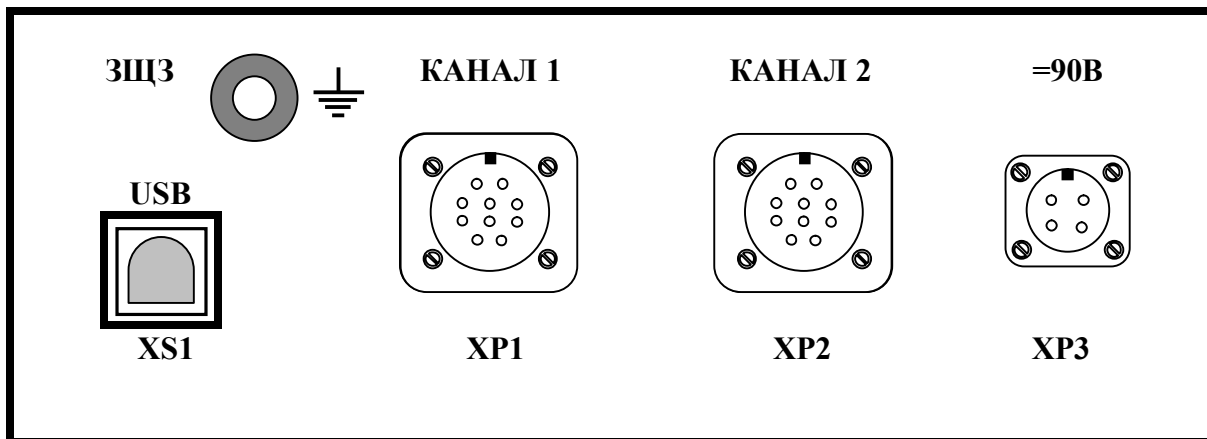

Рис. 1 Задняя панель МТС-2ТМ-USB/МЛ.
**МТС-2ТМ-USB/МЛ** имеет напряжения питания **+5V** от шины **USB** ПК. Произведите внешний осмотр модуля. Убедитесь в отсутствии видимых дефектов и повреждений. Модуль подключается к **USB** шине ПК с помощью **USB (A-B) кабеля**, поставляемого в комплекте. **Внимание!** - для подключения модуля к **USB** порту компьютера используйте кабель, поставляемый в комплекте или другой предназначенный для работы с портами версии **USB 2.0**. Подключите модуль к одному из свободных **USB** портов ПК или **USB HUB**. Для подключения защитного заземления используйте специальный контакт **ЗЩЗ** на корпусе устройства. Расположение разъемов и контактов приведено на рис.1 страницы 9.